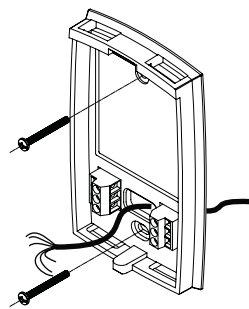

Figura 3
- 6 Fijar la placa mural a la pared con los tornillos de montaje provistos según se muestra en la figura 3.